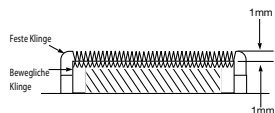

Abb. 4
- Die Originalschrauben wieder einsetzen und leicht festziehen. Danach die beiden Klingen Punkt für Punkt ausrichten, so wie unten auf Abbildung 4 dargestellt.